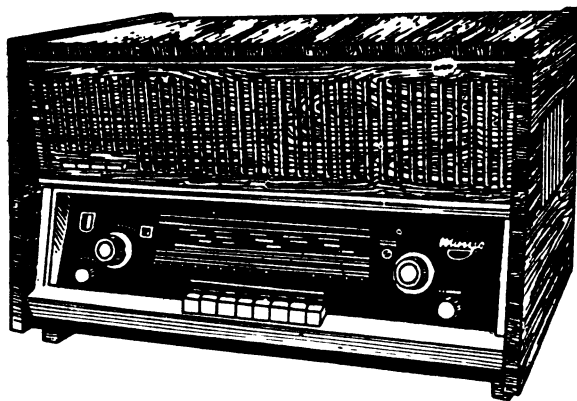

Рис. 194. Внешний вид магнитолы «Миния-2».
**Общие сведения.** Магнитола «Миния-2» представляет собой настольную конструкцию, выполненную в деревянном ящике, отделанном под ценные породы дерева с поднимающейся верхней крышкой (рис. 194). Под крышкой расположена магнитофонная панель. Акустическая система магнитола состоит из двух громкоговорителей 2ГД-28, расположенных на передней стенке